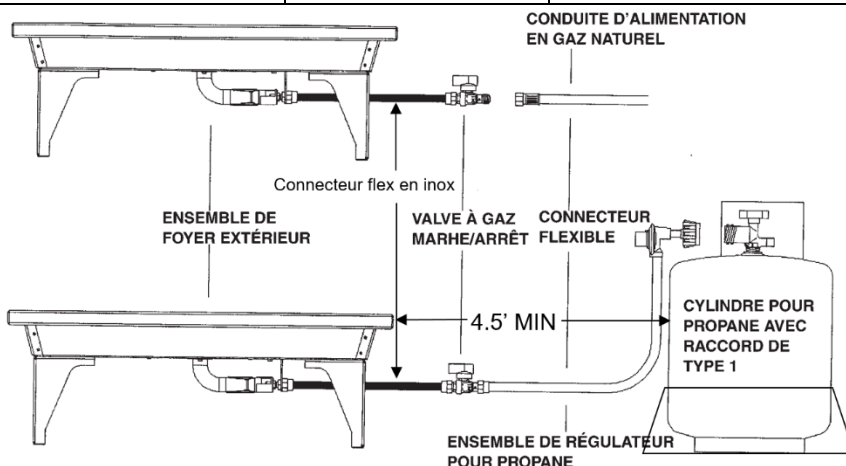

Figure 1
C. **MODÈLES AU GAZ NATUREL :** Branchez l'arrivée de la conduite d'alimentation en gaz à la valve à gaz marche/arrêt de l'appareil (Figure 1). Assurez-vous que TOUTES les connexions de gaz sont bien serrées, puis tournez la valve marche/arrêt de l'appareil lentement à la position marche (ON) puis utilisez de l'eau savonneuse pour vérifier qu'il n'y a pas de fuites. NE PAS UTILISER UNE FLAMME NUE.
2. Placez six espaceurs non combustibles de 1po sur le mur, cela maintiendra un espace d'air derrière les écrans. Fig : 1 Ref : F. Les espaceurs non combustibles (ex : support métallique, WonderBoard) ne devrait pas être plus larges que 1po ou plus longs que 30po
3. Vissez l'écran non combustible à l'espaceur. L'écran doit être placé 1po sous le haut du foyer Fig : 2-Ref : D. Les coins intérieurs de l'écran ne doivent pas toucher à un mur combustible. L'écran doit dépasser le bout du foyer par 3po Fig. 1 Ref. E
2. Toutes les spécifications pour installation doivent être observées, incluant l'écran qui doit dépasser des côtés du foyer par au moins 3po. Fig. 1 Ref. E